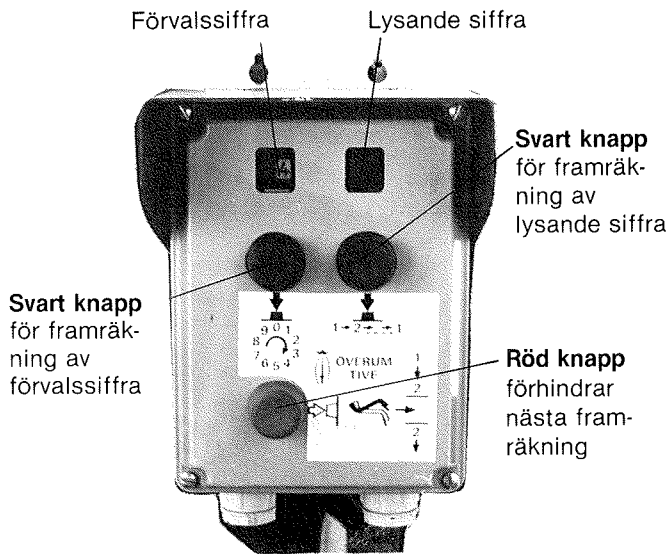

Fig. 68
På kontrollboxen (fig. 68) som placeras i traktorhytten förväljer man det heltal mellan 2 och 9 som ger rätt körspåravstånd. (Förinställningen på 0 och 1 ger spårmarkeringen varje sådrag). Förinställning på t ex 3 ger körspåravståndet  $3 \times 6 \text{ M} = 18 \text{ m}$  (spårmarkering vart 3:e sådrag).
- Placera kontrollboxen lätt synlig i traktorhytten t ex i hyttens framkant (enl fig. 68).